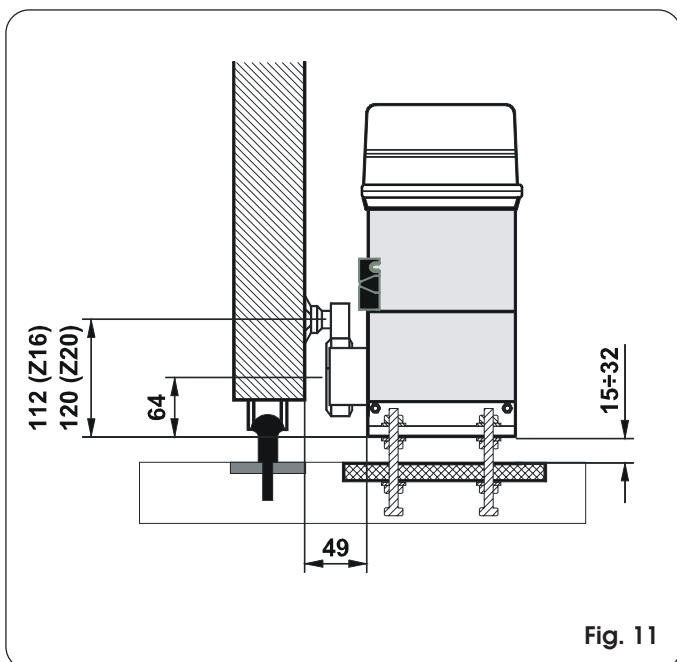

Fig. 11
- 4) Stel de hoogte van de poten en de afstand vanaf de poort af, zie fig.11.